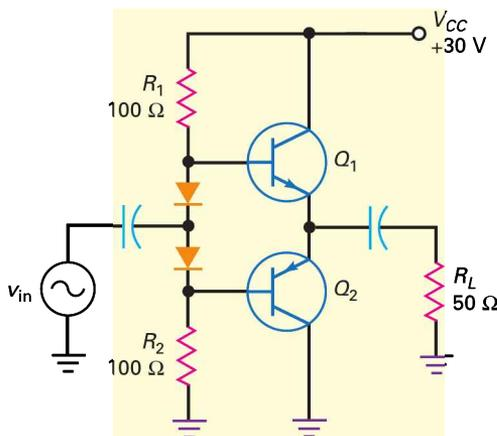

Figure 10.42
10.26 Que vaut le courant au repos dans la figure 10.42 ?
10.27 D'après la figure 10.42, quel est le rendement maximal de l'amplificateur ?
10.28 D'après la figure 10.42, si les résistances de polarisation sont portées à $1 k\Omega$, que devient le courant au repos ? Le rendement de l'amplificateur ?